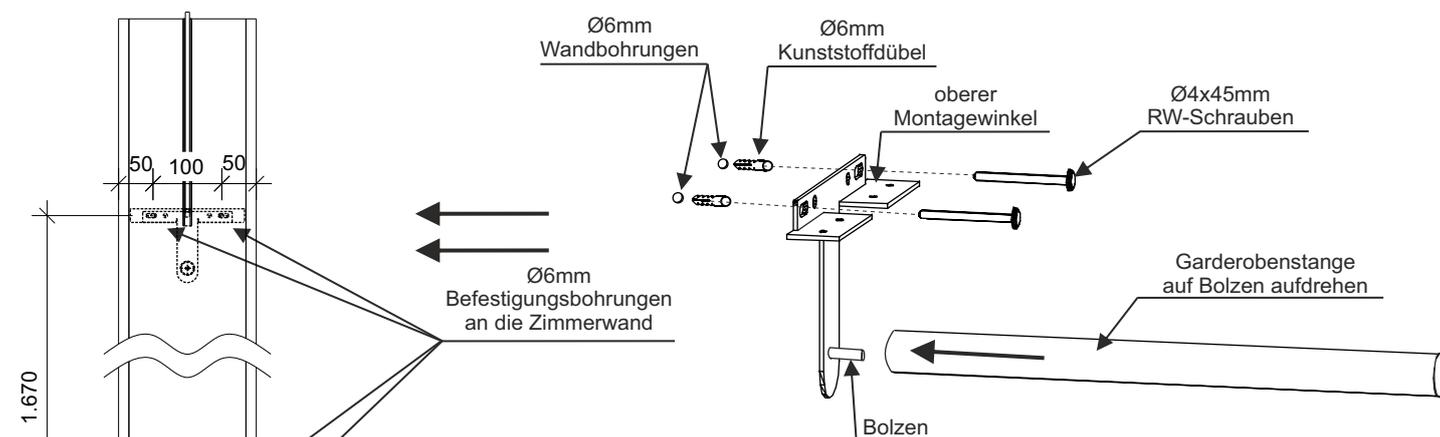

Abb. 8
11. Montieren Sie anschließend den oberen- und unteren Montagewinkel mit den  $\text{\O}6$ mm Kunststoffdübel und den  $\text{\O}4 \times 45$ mm RW-Schrauben. (Abb. 8 / 9)
13. Montieren Sie die Garderobenstange an dem Bolzen des oberen Montagewinkel. (Abb.8)